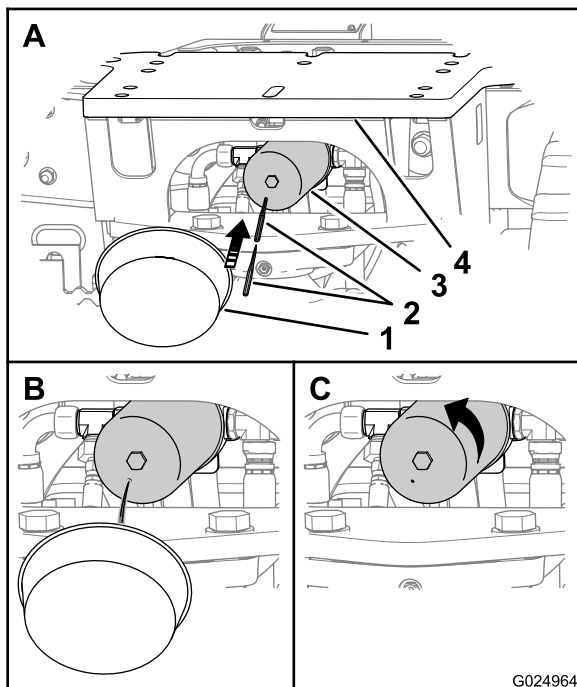

Figure 117
Remarque: Vous pouvez accéder au filtre de retour hydraulique sous la plaque d'accessoire arrière de la machine (Figure 117).
1. Placez un bac de vidange sous le filtre de retour hydraulique (Figure 117).
3. Tournez le filtre de retour hydraulique dans le sens antihoraire pour le déposer (Figure 117).
2. Percez le fond du filtre de retour hydraulique et vidangez le restant de liquide hydraulique dans le bac (Figure 117).